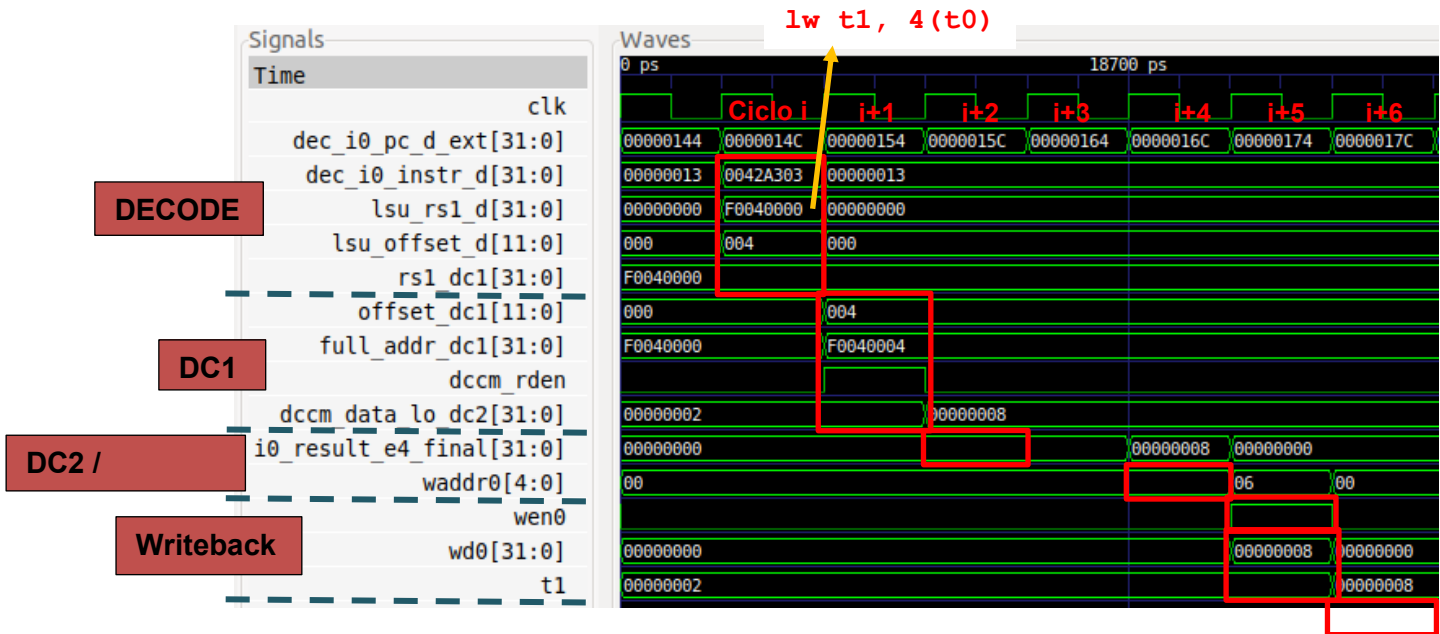
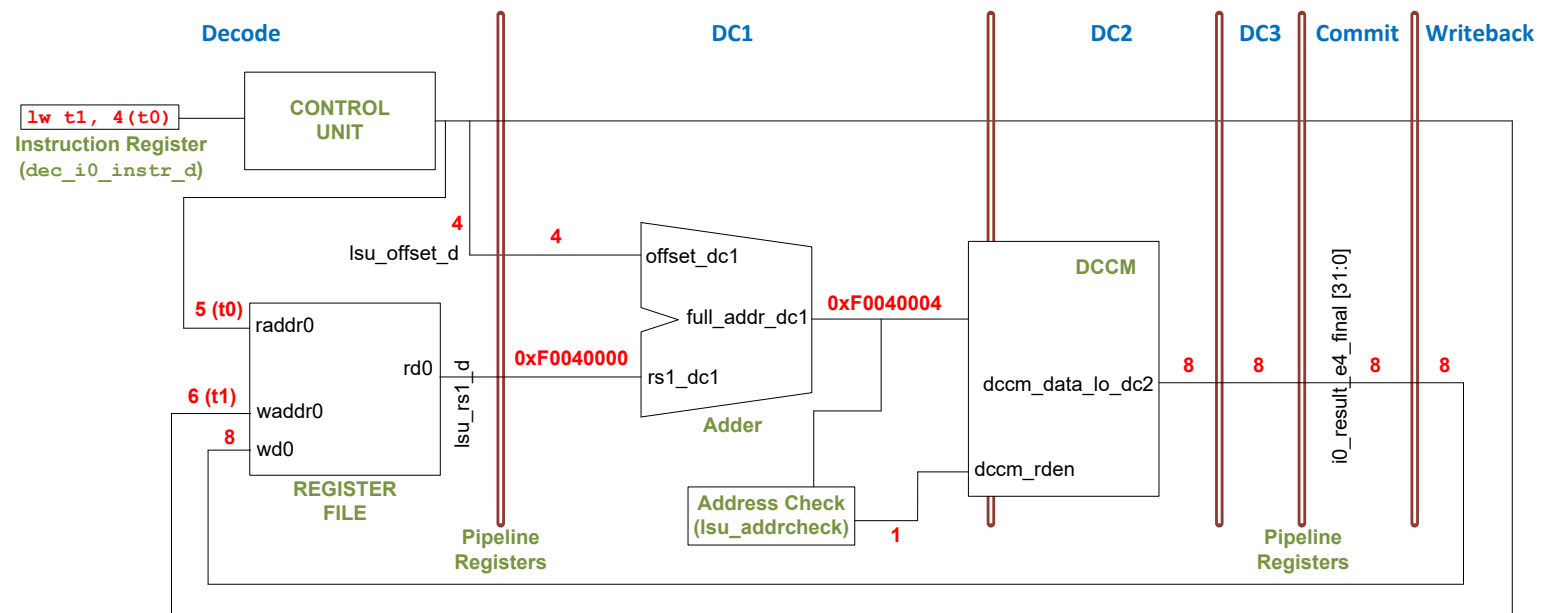
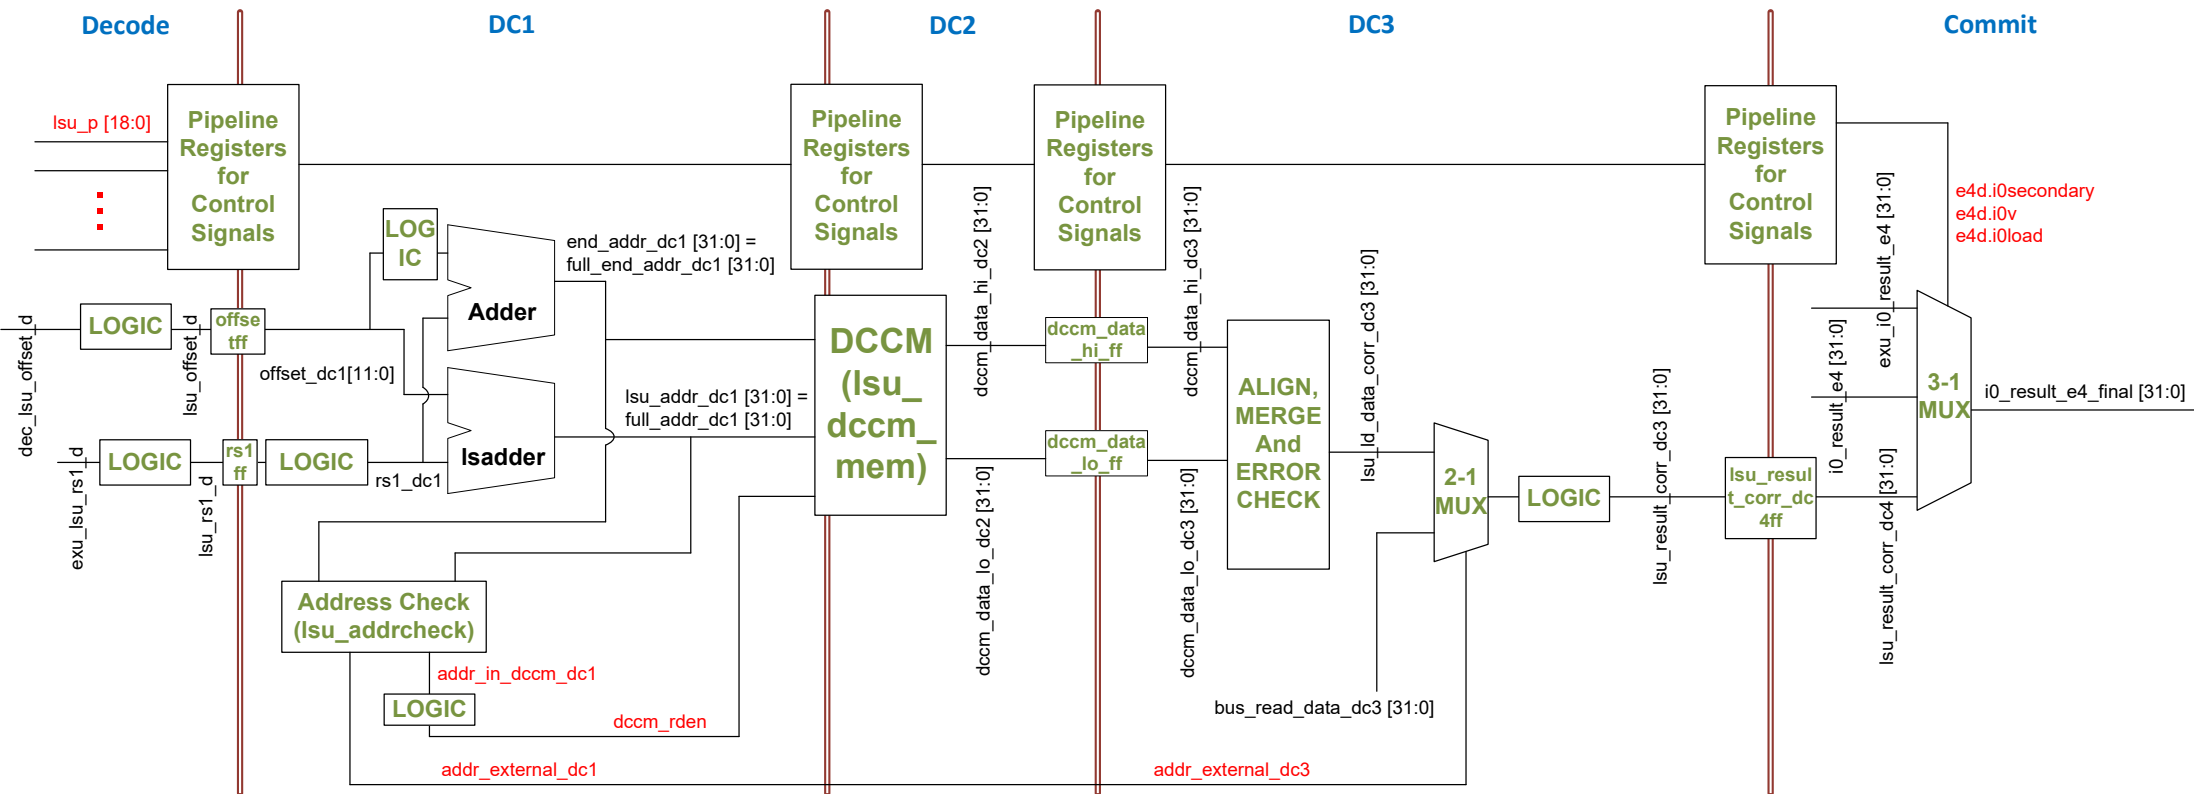

Figura 4 . Simulação do Verilog para o programa de exemplo da Figura 2
Figura 5 . Vista de alto-nível da instrução `lw` em execução no pipeline EH1 da SweRV
Figura 6 Principais elementos percorridos pelas instruções de leitura no circuito de load/store
Figura 4 mostra a execução da segunda instrução `lw` para uma iteração intermédia do ciclo da Figura 2. Os sinais mostrados são os especificados no ficheiro:
Figura 5 mostra uma vista de alto-nível do pipeline do SweRV EH1 durante a execução da segunda instrução `lw`. Note-se que a figura junta o estado do processador em diferentes ciclos:
TAREFA: Replicar a simulação da Figura 4 no seu próprio computador. Siga os passos
- Utilizar o ficheiro *scriptLoad.tcl* (fornecido em *[RVfpgaPath]/RVfpga/Labs/Lab13/LW_Instruction_DCCM/*) para abrir os mesmos sinais que os mostrados na Figura 4. Para isso, no GTKWave, clicar em *File → Read Tcl Script File* e seleccionar o ficheiro *scriptLoad.tcl*.
Analisar a forma de onda da Figura 4 e o diagrama da Figura 5 ao mesmo tempo. As figuras incluem alguns sinais associados aos andares Decode, DC1-3, Commit e Writeback. Os valores destacados a vermelho correspondem à segunda instrução *lw* à medida que atravessa estes andares.
- **Ciclo i+5: Writeback:** Finalmente, o valor lido da memória é **escrito de volta** para o Register File através do sinal *wd0* = 0x8. Dado que *wen0* = 1, o valor é escrito no final desse ciclo no registo *x6* (*waddr0* = 0x6). Pode observar que, no ciclo seguinte (último ciclo mostrado na Figura 4), o registo *x6* (também chamado *t1*) contém o novo valor (*t1*
Nesta secção, analisamos mais detalhadamente as etapas percorridas pela instrução `lw`. Figura 6 mostra um diagrama dos principais elementos que a instrução `load` do nosso exemplo atravessa durante a sua execução ao longo do pipe Load/Store (andares DC1, DC2 e DC3). Pode ser necessário fazer zoom na figura para ver os detalhes. Os blocos pretos rotulados como *LOGIC* na figura contêm vários blocos, como multiplexers e portas lógicas. Por uma questão de simplicidade, apenas alguns dos sinais de interface do bloco estão incluídos na figura.
Os andares de Decode e Writeback são idênticos aos apresentados para as instruções A-L (ver Figura 6 no Lab 12). No entanto, destacamos alguns detalhes do andar de Decodificação. Recorde-se que no andar de Decode são gerados sinais de controlo e as instruções e operandos são programados para os Pipes adequados:
- O endereço base da leitura está no sinal `exu_lsu_rs1_d`. (Este sinal é produzido a partir de um multiplexer 4:1 (mostrado na Figura 4 do Laboratório 11), e propagado para o estágio DC1 depois de passar por alguma lógica).
- Os sinais para instruções `load/store` estão em `lsu_p`, um novo pacote de sinais de controlo mostrado na Figura 6.
À semelhança do Decode, o andar de Commit também foi analisado no Lab 12, mas agora incluímos a entrada para o multiplexer 3:1 final relacionado com as instruções de leitura (`lsu_result_corr_dc4`), que foi omitido no Lab 12 por uma questão de simplicidade. Lembre-se que a saída desse multiplexer 3:1 é `i0_result_e4_final[31:0]`, como mostrado na Figura 6. Além disso, neste laboratório só nos concentramos na Via-0, mas uma leitura/escrita pode ser executada através de qualquer uma das vias do processador superescalar de duas vias. Note, no entanto, que existe apenas um pipe L/S (Load/Store). Assim, a Via-1 também tem um multiplexer 3:1 (cuja saída é `i1_result_e4_final[31:0]` e uma de suas entradas é `lsu_result_corr_dc4`), como mostrado na Figura 4 do Lab 11.
TAREFA: Ampliar a simulação de Figura 4 para incluir os sinais mostrados em Figura 6, que são explicadas a seguir. Um ficheiro `.tcl` que pode utilizar é fornecido em: `[RVfpgaPath]/RVfpga/Labs/Lab13/LW_Instruction_DCCM/scriptLoadExtended.tcl`
TAREFA: Localizar os módulos e sinais da Figura 6 nos ficheiros Verilog do processador SweRV EH1.
TAREFA: Incluir o sinal *lsu_p* na simulação de Figura 4 e analisar os seus bits de acordo com esta descrição.
Além do endereço a ser lido, o *endereço final* (`end_addr_dc1[31:0]`) também é computado noutro somador (vale lembrar que esse segundo somador não foi mostrado na Figura 5 nem na Figura 4 do Lab 11, por uma questão de simplicidade). Este é o endereço do último byte que deve ser lido da memória. Este endereço é usado para tratar acessos não alinhados e acessos de sub-palavras (byte, meia-palavra).
No nosso exemplo, o sinal de ativação de leitura do DCCM fica ativo (`addr_in_dccm_dc1 = 1`). Este sinal passa por alguma lógica e depois é fornecido ao DCCM (sinal `dccm_rden`) para ativar/desativar o acesso (no nosso exemplo, para o ativar). O sinal `addr_external_dc1`, que é 1 quando a Memória DDR Externa deve ser habilitada e 0 caso contrário, é propagado e utilizado pelo andar DC3, como mostra a Figura 6.
No andar de Commit, um multiplexer 3:1 seleciona os dados de leitura (`i0_result_e4_final[31:0]`) para serem enviados para o andar de Writeback (ver Figura 6). Este multiplexer 3:1 também pode selecionar a saída da ALU, como já foi explicado nos Labs 11 e 12, e a saída da ALU Secundária, como analisaremos no Lab 15.
Este andar já foi explicado nos labs 11 e 12, pelo que não é apresentado na Figura 6 onde o resultado da adição foi escrito no registo de destino. Neste caso, este andar escreve os dados do DCCM no registo de destino.